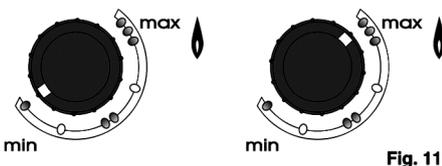

Fig. 11
- Lo scaldabagno, a variazione automatica della potenza, è equipaggiato di un sistema che consente all'utente di regolare la potenza massima. Per ottenere ciò, ruotare il pulsante di regolazione (23) tra i segni di riferimento **min** et **max** (fig. 11).